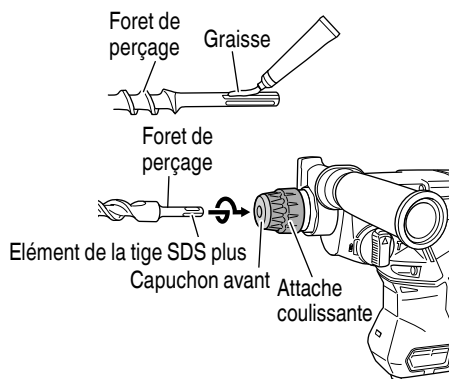

Fig. 11
3. Montage du foret de perçage (Fig. 11, 12)
- (1) Nettoyer la section de la queue du foret de perçage, puis l'enduire de graisse ou d'huile pour machine.
- (2) Insérer le foret de perçage en le tournant dans le porte-outil jusqu'à ce qu'il se verrouille en position. (Fig. 11)